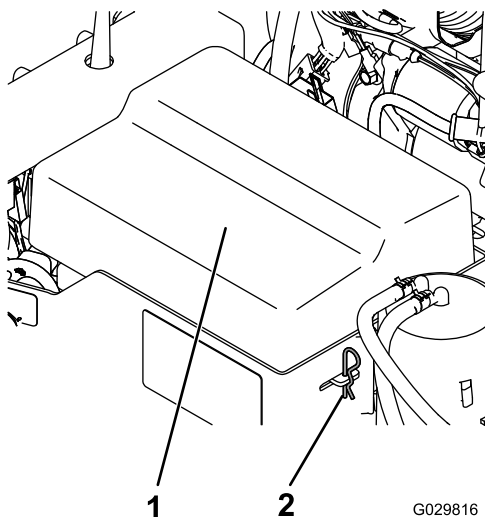

Figura 4
1. Retire os cliques que prendem a tampa da bateria à caixa da bateria (Figura 4).